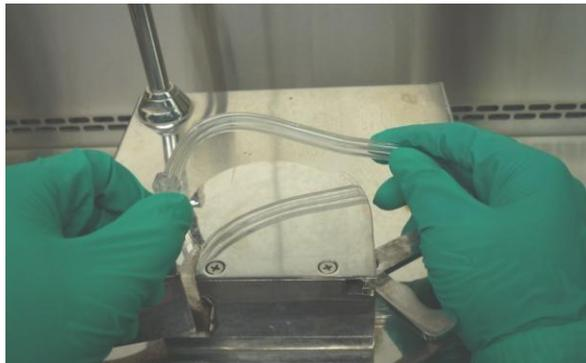

图 4
1.2.2. 左手轻捏阻滞扣下缘部分，顺着软管原先的弯曲方向将软管套入蠕动泵泵头中（图 4）。